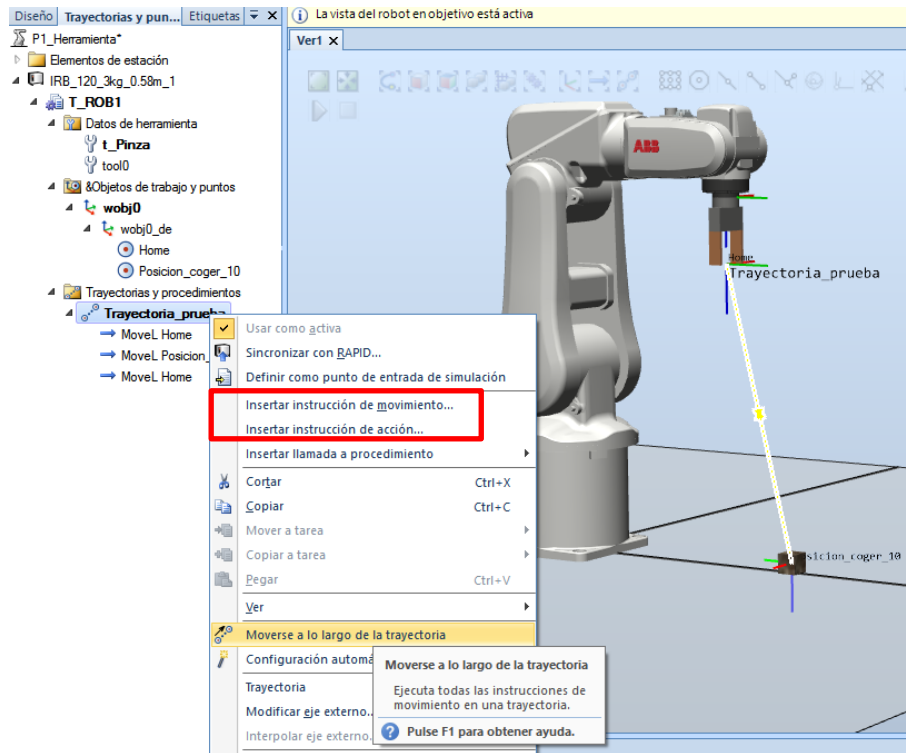

Figura 15. Ejecución de la trayectoria creada. Hay que completarla con instrucciones de acción
9. **¡Ya está lista nuestra primera trayectoria!** Podemos ejecutar este movimiento completo de manera sencilla con la opción “Moverse a lo largo de la trayectoria” que aparece en la Figura 15.